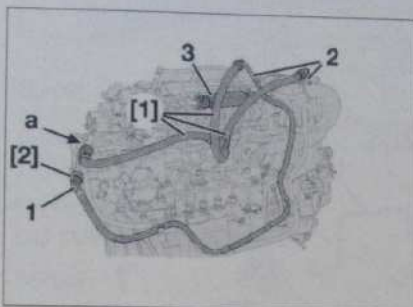

Fig. 60
- Placer les raccords femelles (Ø 10 mm) de l'outil [1] en lieu et place du raccord (1) en (a) (Fig. 60).
- Obturer le raccord (1) à l'aide de l'outil [2].
- Nettoyer les raccords (2).
- Désaccoupler les raccords (2) de retour carburant et insérer le raccord (Ø 8 mm) de l'outil [1] dans le circuit de retour carburant.
- Actionner pendant 120 secondes la pompe d'amorçage manuelle (3) pour amorcer le circuit carburant.
- Accoupler les raccords (1) et (2).
- Actionner plusieurs fois la pompe d'amorçage manuelle (3) pour amorcer le circuit carburant.
- Désaccoupler le raccord (1) (Fig. 60).
- Actionner pendant 30 secondes la pompe d'amorçage manuelle (3) pour évacuer l'eau contenue dans le filtre à carburant.
- Retirer le bac (1).